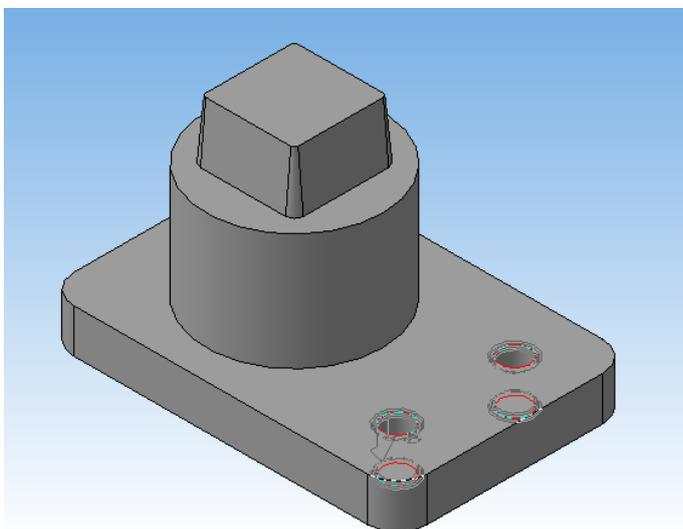

Рисунок 57.
18. Выделите в *Дереве модели* эскиз двух последних отверстий и выполните фаски. Нажмите кнопку *Фаски* , укажите длину **1,6** мм и угол **45** градусов. Чтобы стрелка *Создать объект*  стала активной, щелкните еще раз по граням обоих отверстий (рисунок 57).